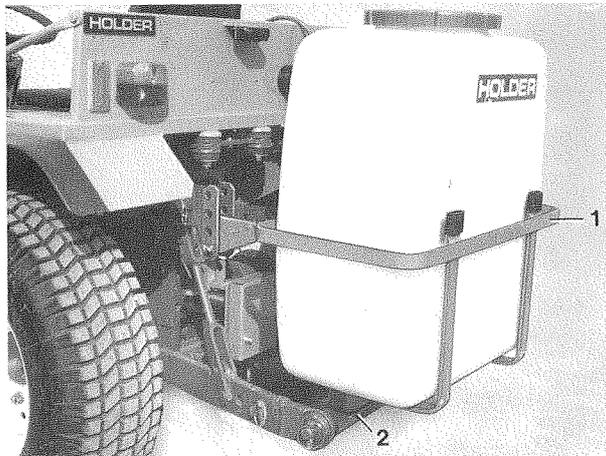

Abb. 51
5. Rahmen von Wasserbehälter (1 Abb. 51) auf der Ackerschiene (2 Abb. 51) abstecken und mit Klappstecker sichern. Starren Oberlenker am Rahmen von Wasserbehälter abstecken.